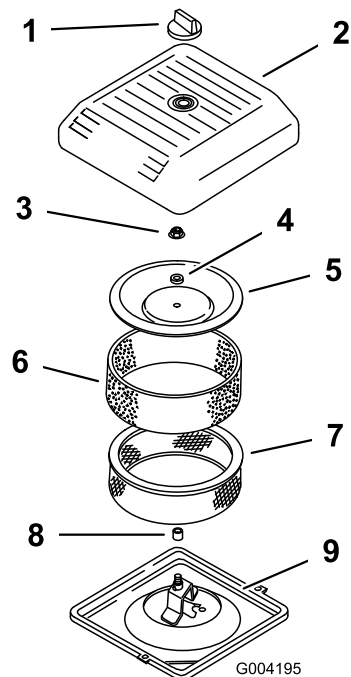

図 43
3. エアクリーナのカバーを固定しているノブを外し、カバーを取り出す(図 43)。
4. ペーパーエレメントについているスポンジエレメントを注意深く外す(図 43)。
5. カバーナットを外し、カバー、スペーサ、ペーパーエレメントを外す(図 43)。
2. エアクリーナのベースにエアクリーナアセンブリを取り付ける（図 43）。
3. カバーとスペーサを元どおりに取り付け、ナットで固定する（図 43）。ナットを95inch-lb（1.0kg.m）にトルク締めする。
4. エアクリーナのカバーを元通りに取り付け、ノブで固定する（図 43）。